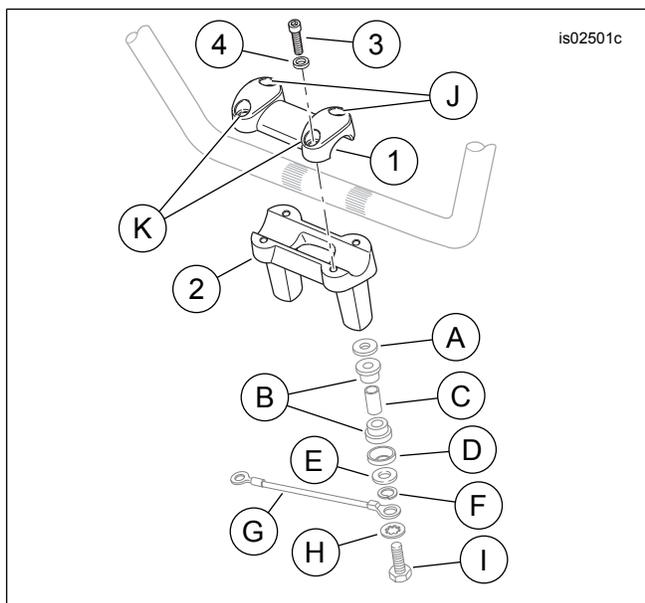

Figura 1. Parti di ricambio, kit montante manubrio Fat mono-pezzo
Vedere Figura 1 e Tabella 1.
2. Vedere Figura 1. Rimuovere due viti di montaggio del montante (I) dalla parte inferiore della piastra superiore della forcella. Rimuovere i montanti e la bulloneria (da A a H). Prendere nota dell'ordine e dell'orientamento della bulloneria mentre viene rimossa e conservarla per una successiva installazione. Eliminare i montanti e i relativi morsetti (o i cappucci) originali.